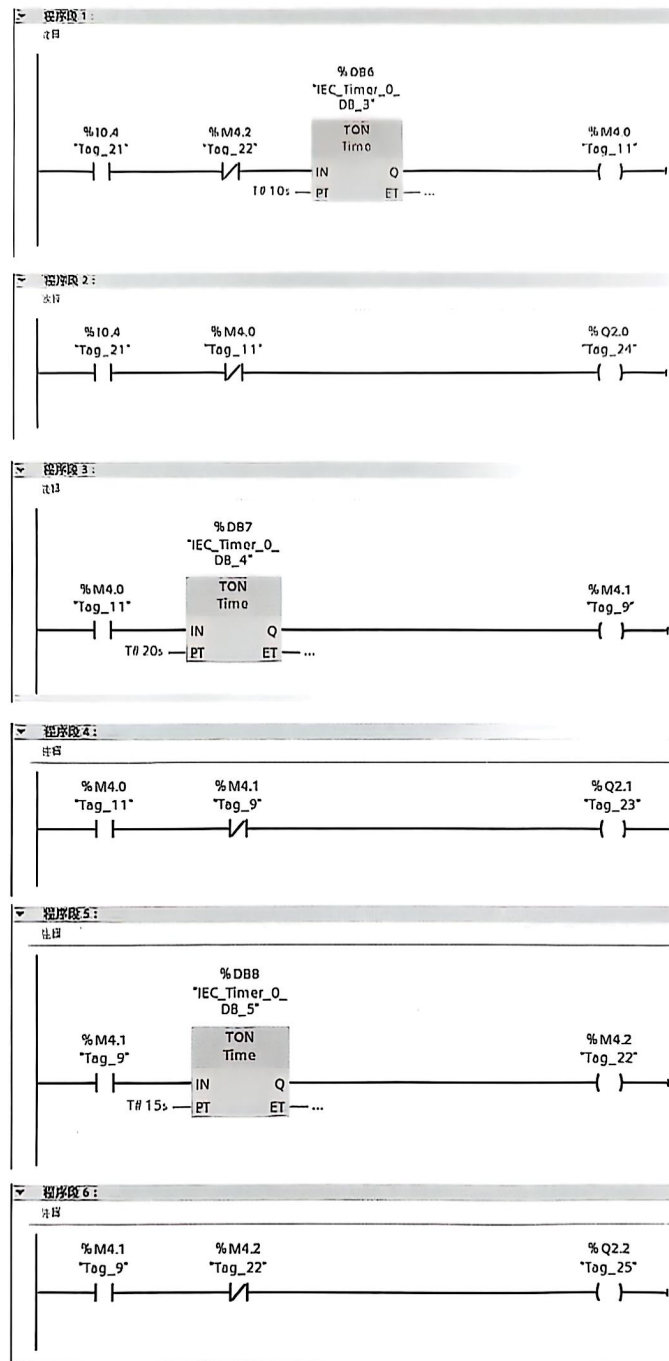

图 3-13 顺序脉冲发生器
3) 顺序脉冲发生器。顺序脉冲发生器一般用于异步电动机的顺序启动过程中。例如电动机 1 先运行，10s 之后电动机 1 停止，电动机 2 运行，20s 之后，电动机 2 停止，电动机 3 开始运行，15s 之后重复从电动机 1 运行。图 3-13 所示为三个定时器产生一组顺序脉冲的梯形图程序。当 I0.4 接通时，“IEC_Timer_0_DB_3”定时器开始接通并延时，同时 Q2.0 接通，定时 10s 后，“IEC_Timer_0_DB_3”定时器的输出控制的 M4.0 的常开触点闭合，常闭触点断开，此时 Q2.0 断开，定时器“IEC_Timer_0_DB_4”开始计时，同时